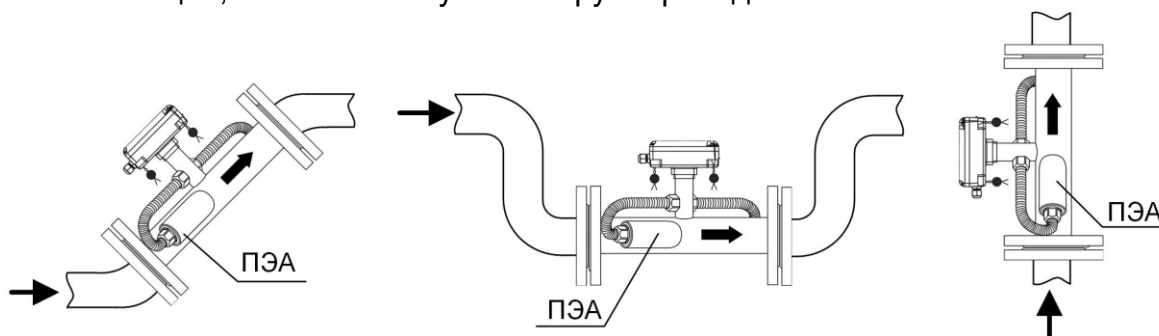

Рис.3. Рекомендуемые места установки ПП расходомера.
ПП допускается монтировать в горизонтальный, вертикальный или наклонный трубопровод (рис.3). При этом ПП (ПЭА) не должны располагаться в самой верхней точке участка трубопровода. Наиболее подходящее место для монтажа при наличии – восходящий, либо нижний участок трубопровода.
- при монтаже расходомера в наклонный или вертикальный трубопровод устанавливать вторичный преобразователь гермовводами вниз (рис.3);